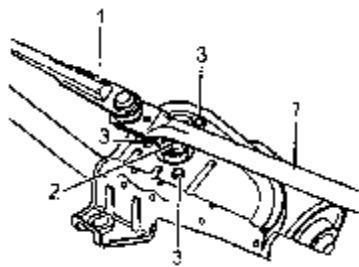

图 11-41 拆卸刮水器电机
(4) 从刮水器框架中拆卸刮水器电机，如图 11-41 所示。使用大的起子，撬出连杆。拆下六角螺母 M8。拆除曲柄，拧开刮水器电机的三只固定螺栓 M6。